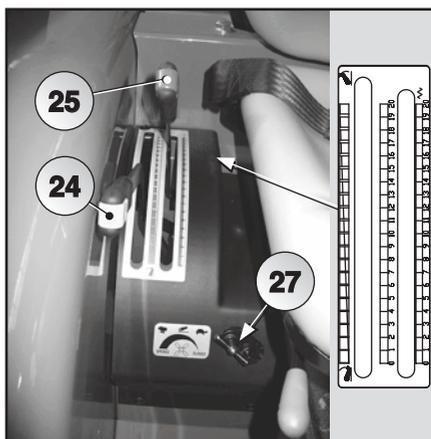

Fig. 5.60
Le leve (24) e (25) sono poste alla destra rispetto al posto di guida, a fianco del sedile (Fig.5.60).